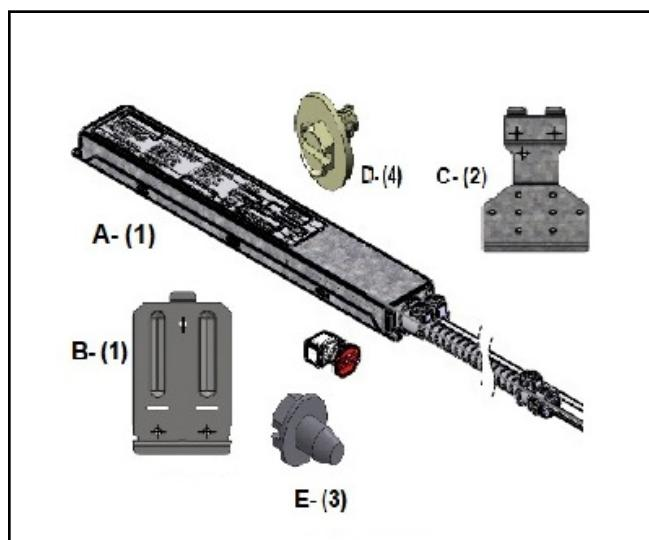

Figure 1 – Liste des composants du bloc-piles d'urgence
- i. Si le composant de l'interrupteur d'essai F-(1) de la figure 1 doit être monté ailleurs qu'à l'arrière du luminaire (comme indiqué aux figures 3 et 4), montez le bouton d'essai/le témoin lumineux/ l'entrée laser sur un carreau ou à un autre endroit, de sorte que le témoin lumineux soit visible une fois le luminaire installé. Une installation adéquate est requise pour permettre l'accessibilité et le fonctionnement du mode d'essai de l'entrée laser et du dispositif de débranchement à module EZ-Key du bloc-piles.